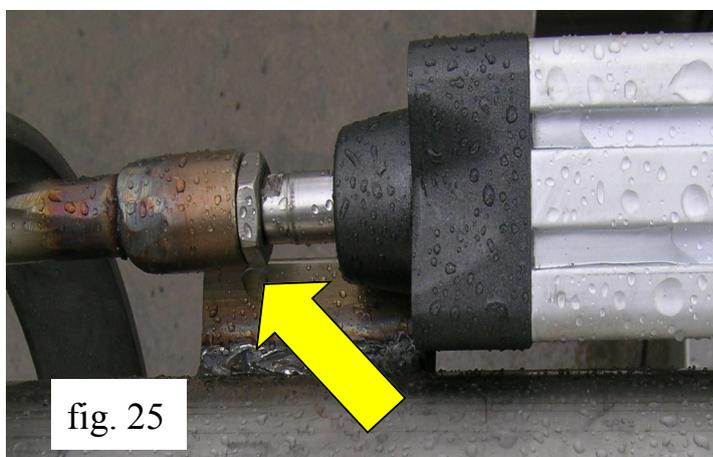

fig. 25
- Allentare il controdado sullo stelo del pistone (vedi fig. 25).